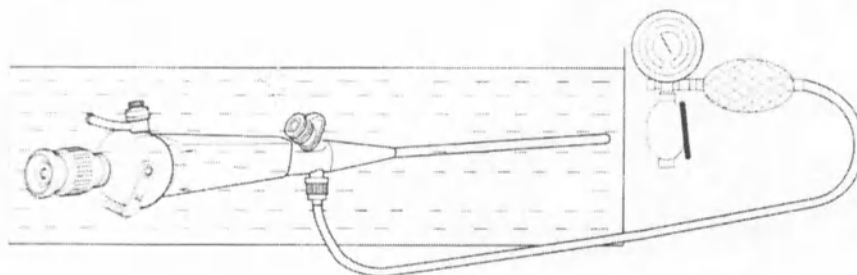

Рисунок 5
- 2) Внимательно следите за эндоскопом, изменяя положение его дистального конца. Сначала может появиться несколько пузырей воздуха из углублений на корпусе эндоскопа. Это - вполне нормальное явление. Если же Вы заметите, что из одного и того же места идет постоянный поток пузырей - это свидетельствует о том, что в этом месте герметичность прибора нарушена. Немедленно вытащите эндоскоп из воды. (Рисунок 5) НЕ ИСПОЛЬЗУЙТЕ этот эндоскоп.